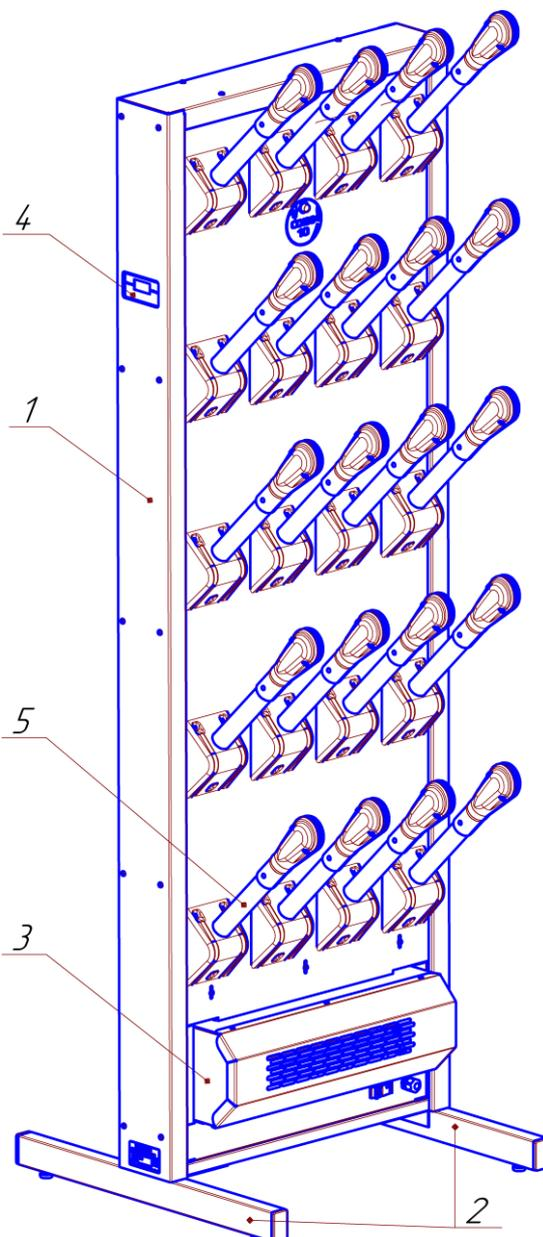

Рис. 1 Модуль сушильный для обуви Союз-10, Союз-10Н
3.1. Модуль сушильный (рис.1) состоит из металлического корпуса (поз.1) и подставки (поз.2).